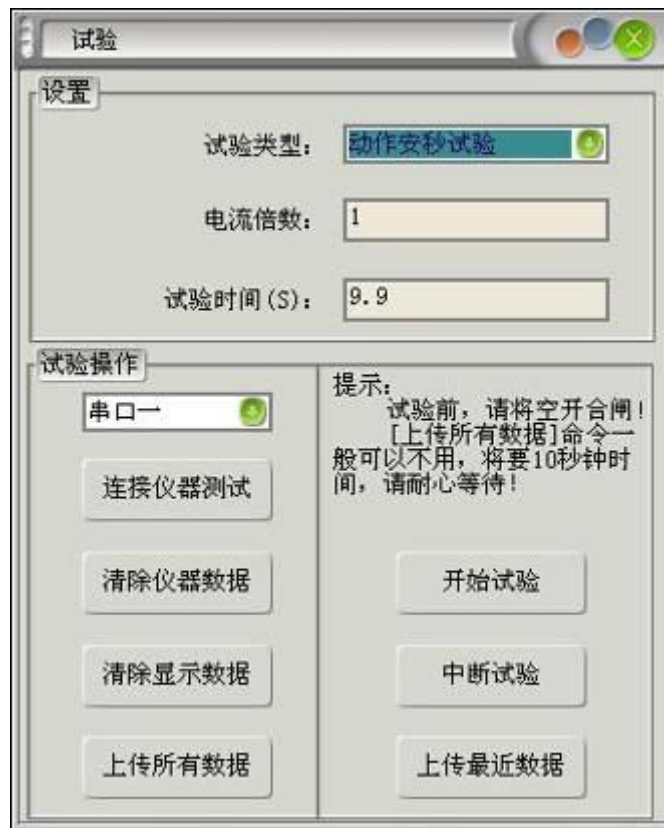

图 16 试验命令界面
(1) 一个试验数据文件只包含一个直流断路器的试验数据，因此额定电流是不变的，试验首先设置额定电流。额定电流改变，将认为已经更换了新的直流断路器，系统将会清空以前的试验记录。
(2) 按“动作显示”将显示本直流断路器的安秒动作试验数据，左边是数据形式，右边为数据曲线。按“不动作显示”将显示通流不动作试验数据。
(3) 按“试验”，将弹出试验命令界面，如图 16: